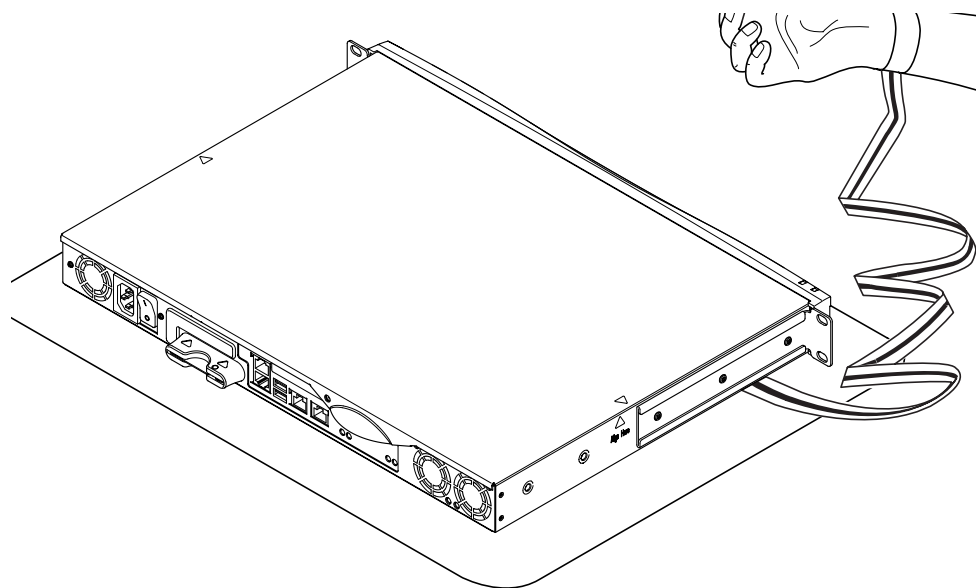

図 8-2 サーバーに付属している使い捨ての静電気防止用リストストラップ
注意 – サーバー本体には、きわめて静電気に弱い電子部品が含まれています。金属部分に触れないでください。サーバー本体は、アースをとった静電気防止 (ESD) マット上に置いてください (図 8-2 を参照)。本体内部の構成要素を取り扱う前にサーバーに付属している、使い捨ての静電気防止用リストストラップを手首に巻き、もう一方の端を本体底部の金属部分に貼り付けてください。
1. ESD マット上に本体を置き、静電気防止用リストストラップを接続します (図 8-2 を参照)。